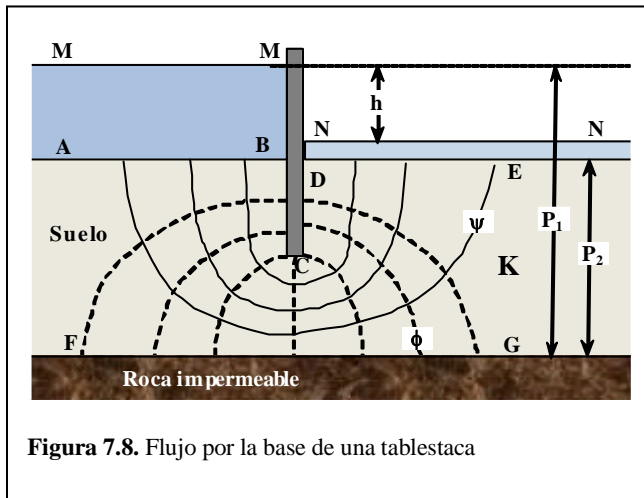

Figura 7.8. Flujo por la base de una tablestaca
En la figura 7.8, una tablestaca impermeable (MC), controla un embalse con cabeza ($h = MN$), y produce un flujo (desde AB hasta DE), cuya red cuadrada se muestra con las líneas de flujo (continuas) ortogonales a las de potencial (puntos).